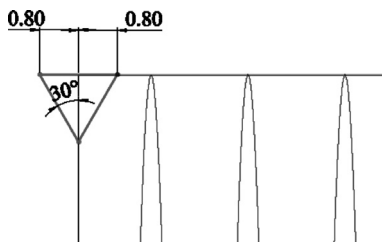

图 13-62 绘制牙型草图
**05** 绘制草图。单击“草图”控制面板中的“直线”按钮，绘制螺纹牙型草图，尺寸如图 13-62 所示。